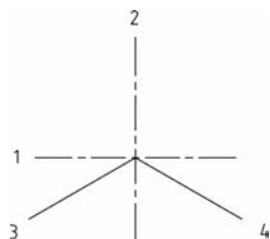

图 2-22 绘制法兰盘步骤一
(1) 画水平基准线段 1，长度 60 mm；画竖直基准线段 2，长度 60 mm；画线段 3(相对坐标  $35<210$ )；画线段 4(相对坐标  $35<330$ ) (4 条线段长度可任意)，如图 2-22 所示。